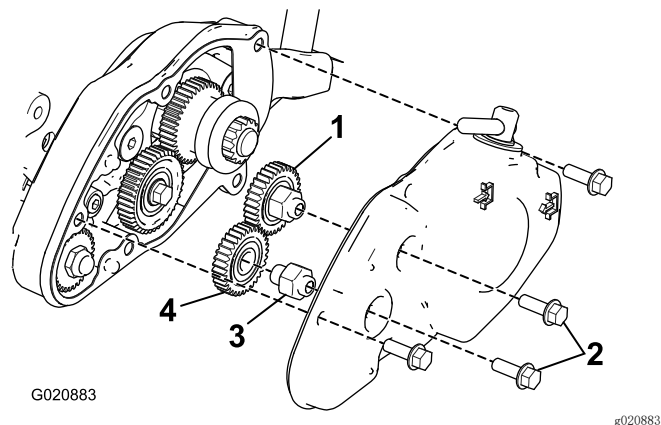

图15
5. 将之前卸下的中心齿轮按压到齿轮毂上（图15）。
6. 如图15所示，用 2 个凸缘头螺栓将中心齿轮、齿轮毂总成和正向旋转套件的齿轮总成安装到盖子上。